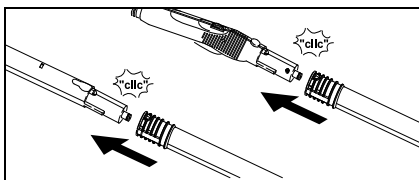

Fig. 7
- Se necessário utilizar os tubos de extensão (G1). Para isso montar um ou dois tubos de extensão na pistola de vapor (C1) (veja fig. 7). Empurrar os acessórios necessários (D1, E1, F1, H1) para o extremo livre do tubo de extensão.